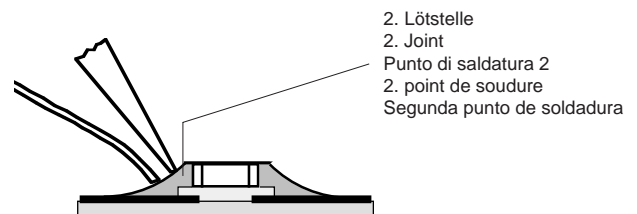

Fig. 5
5. Schritt: Freie Seite löten. Nach dem Erkalten die erste Lötstelle nochmals nachlöten (Fig. 5).
5. Saldare la superfici di contatto libera e, dopo che questa si è raffreddata, saldare nuovamente la superfici opposta (Fig. 5).
5. step: Solder the free end of the CHIP and resolder the first soldering point after it has cooled (Fig. 5).
5. Effectuer la même opération pour l'autre coté. Terminer la première soudure (Fig. 5).
- Quinto paso: Soldar la parte libre y, después enfriarse, soldar también la parte opuesta (Fig. 5).